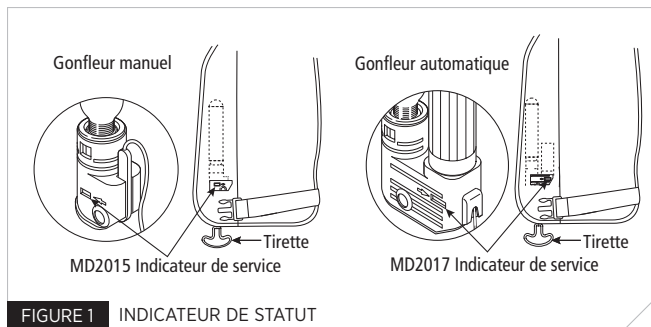

FIGURE 1 INDICATEUR DE STATUT
1. Examiner attentivement l'indicateur de service par le panneau fenêtre (Fig. 1). S'assurer que l'indicateur de service est vert. S'il est rouge, le mécanisme a été utilisé ou n'est pas correctement en place (voir "Comment réarmer votre V.F.I. (MD2015)" à la page 8 ou voir "Comment réarmer votre V.F.I. (MD2017)" à la page 10).
- S'assurer que la languette du système de gonflage se trouve à l'extérieur (Fig. 1).
- Pour le MD2017 - Vérifier la bobine. Si la bobine a été utilisée ou est endommagée, il faut la remplacer! S'assurer que la nouvelle bobine est valide; elle doit avoir été achetée au cours des trois (3) dernières années. Si on ne connaît pas la date d'achat de la bobine, vérifier la date imprimée sur la bobine et la remplacer si elle est date de plus de trois (3) ans (voir "Comment réarmer votre V.F.I. (MD2017)" à la page 10).
3. Vérifier l'indicateur de service (Fig. 1) et s'il est rouge, c'est que le mécanisme a été utilisé ou qu'il est mal ajusté; le gonfleur doit alors être réparé (voir "Comment réarmer votre V.F.I. (MD2015)" à la page 8 ou voir "Comment réarmer votre V.F.I. (MD2017)" à la page 10).